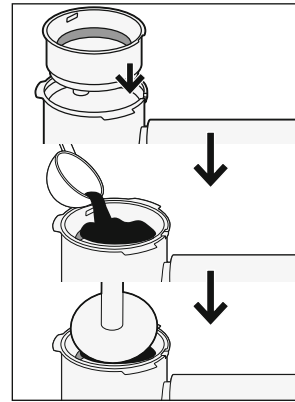

Fig. 3
6. Riempire il filtro piccolo con ca. 7 g (\pm 0,5 g) di polvere per espresso, per estrarre un espresso semplice. Riempire il filtro grande con ca. 14 g (\pm 0,5 g) di polvere per espresso, per estrarre un espresso doppio. Compattare la polvere per espresso utilizzando il pressino (fig. 3).